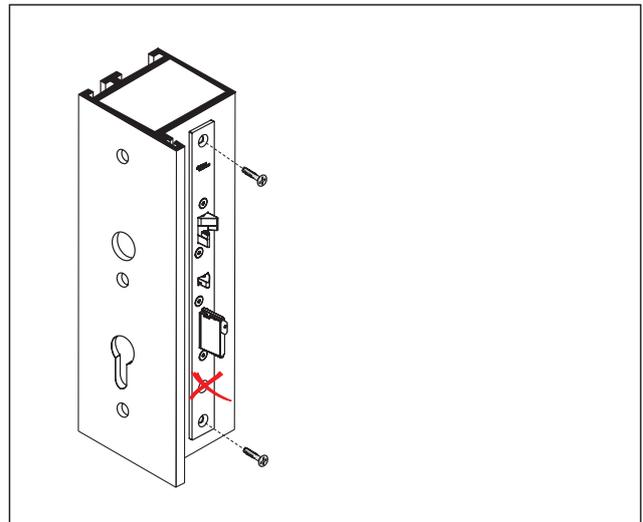

Abb. 18 Türschloss festschrauben
3. Das Türschloss festschrauben (Abb. 18).